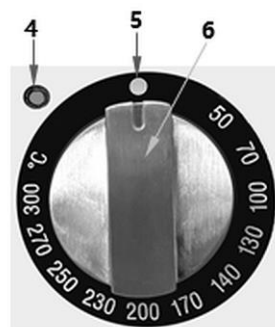

Fig. 6 - Régulateur de température
La température se règle à l'aide du **régulateur de température** (6, fig. 6) dans une plage comprise entre 50 °C et 300 °C.
2. Tournez le bouton de réglage de la température (6, fig. 6) pour sélectionner la température souhaitée.
1. Pour éteindre le four électrique, tournez le régulateur de température (6, fig. 6) sur la position OFF (5).